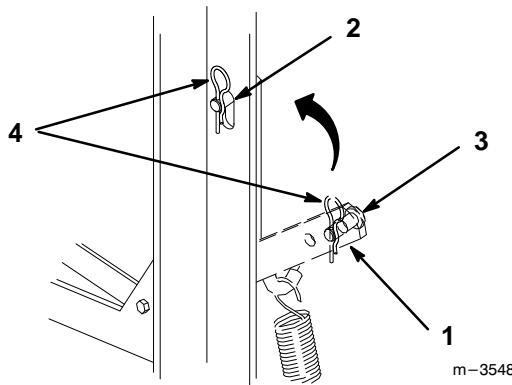

Figure 7
2. Retirer l'axe de chape et la goupille épingle du bras de poulie de tension (Fig. 7).
3. Soulever le bras de poulie de tension tiré vers le bas par un ressort, derrière la boîte d'engrenages de la prise de force (PdF), pour relâcher la pression sur la courroie de ventilateur (Fig. 7).
3. Soulever le bras de poulie de tension tiré vers le bas par un ressort, derrière la boîte d'engrenages de la prise de force (PdF), pour maintenir la tension du ressort (Fig. 7).
4. Retirer la goupille épingle et l'axe de chape de la rainure du châssis et laisser le bras de poulie de tension redescendre pour tendre la courroie (Fig. 7).
5. Remettre l'axe de chape retenu par sa goupille épingle dans le trou extérieur du bras de poulie de tension, pour ne pas les perdre (Fig. 7).